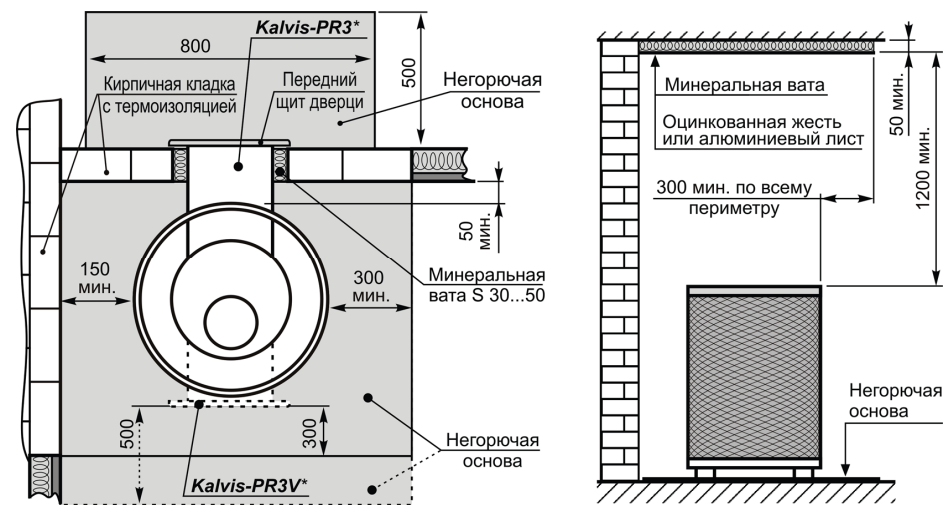

Рис. 5
Печь **Kalvis-PR3V, Kalvis-PR3V-S** устанавливается внутри бани с соблюдением противопожарных требований (см. рис. 5).
- минимальные расстояния между печью и стенами бани показаны на рис. 5;
- деревянный потолок над печью должен быть изолирован минеральной ватой толщиной не менее 50 мм **и прикрыт оцинкованной жестию** или алюминиевым листом (см. рис.5).